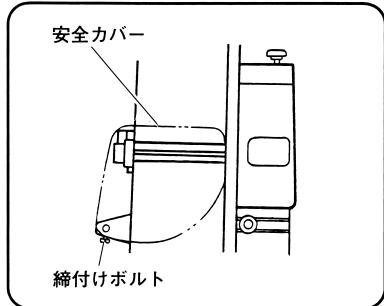
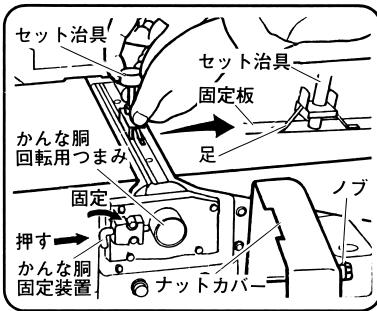

図 34
図 35
(1) 安全カバーの締付けボルトを付属の両口スパナ (13mm) でゆるめ安全カバーをはずします。 (図 34)
(2) ナットカバーのノブをゆるめ、ナットカバーを開きます。
(3) かんな胴回転用つまみをまわし、固定板の刃先を上側にします。
(4) かんな胴固定装置のレバーを指先で押し右にまわしてかんな胴を固定します。 (図 35)
(5) 付属のセット治具を固定板に4~5回転ねじ込み、セット治具の両側の足を固定板に接触させます。
(6) 付属の刃高調整定規をかんな刃の刃先に当て手押テーブル(出口側)に取付けます。
(7) セット治具を手、または、お手持ちの木づちで軽くたたきます。
(1) 手押かんな部のかんな槽回転用つまみ（図35 参照）をまわしてかんな槽の固定板が上になる位置にします。